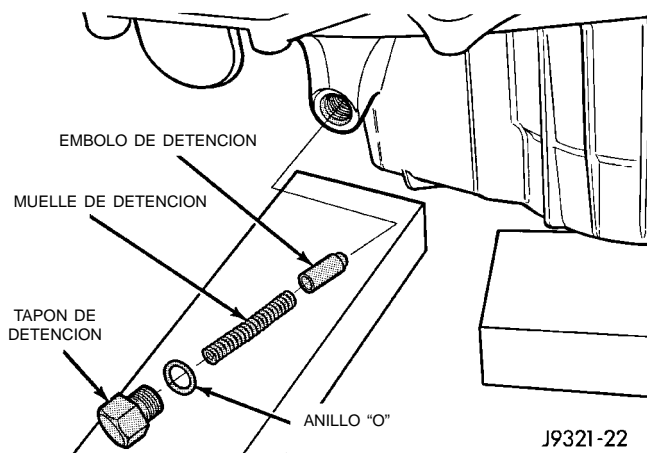
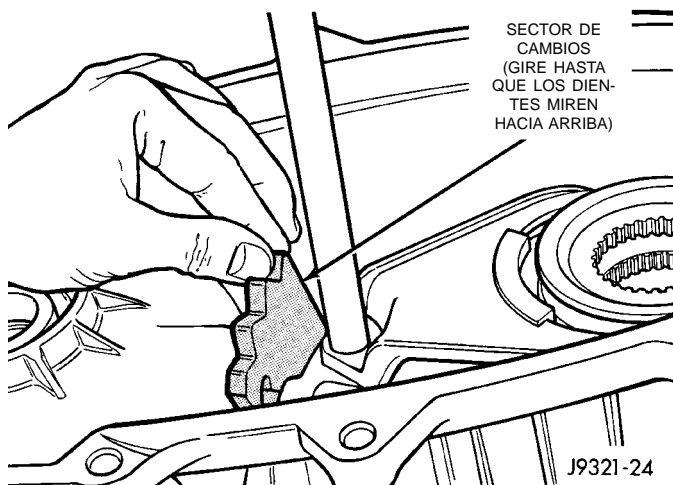

Fig. 29 Desmontaje del tapón, muelle y émbolo detenedores
Fig. 30 Giro del sector de cambios
(1) Retire el tapón detenedor, el anillo "O", el resorte y el émbolo detenedores (Fig. 29).
(2) Retire el eje principal del manguito de embrague y de la guía del engranaje propulsor.
(3) Gire el sector de cambios de manera que los dientes del sector miren hacia arriba (Fig. 30).